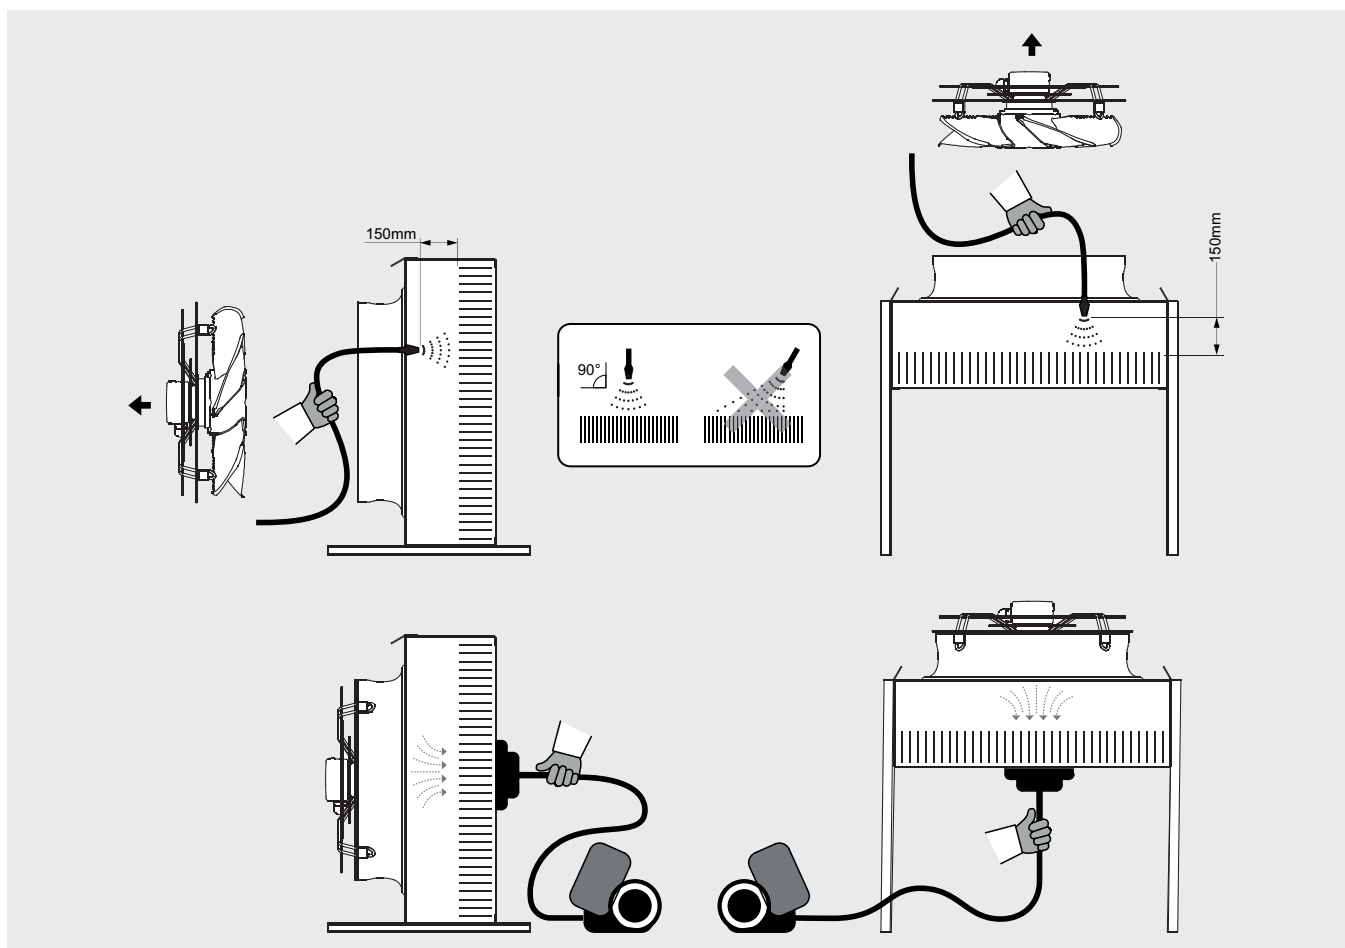

Figure 10
- 11.11 Nettoyage des ailettes (voir la Figure 10):